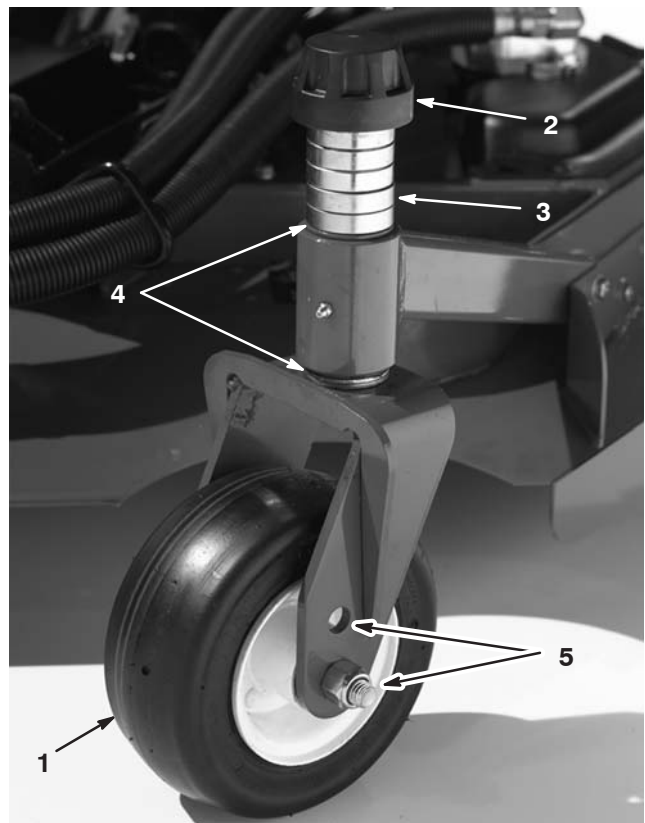
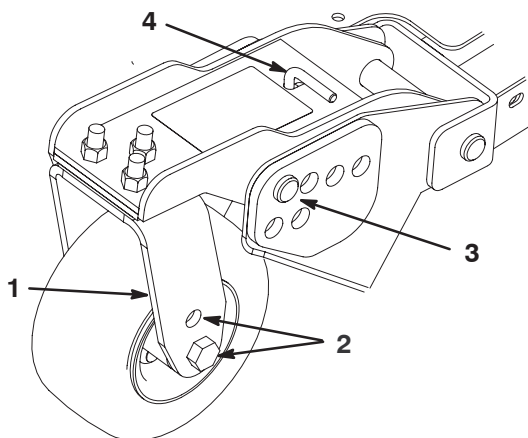
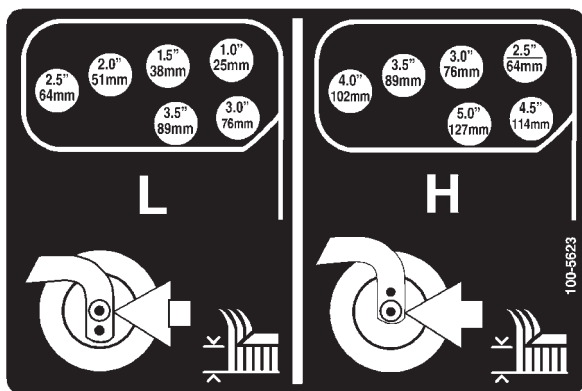

Bild 14
Bild 16
Bild 17
1. Stecken Sie die Lauftradachsen in allen Gabeln in die gleichen Löcher (Bild 14 und Bild 16). Siehe die nachstehende Tabelle, um das richtige Loch für die jeweilige Einstellung festzustellen.
2. Entfernen Sie die Spannkappe von der Spindelwelle (Bild 14) und schieben die Spindel aus dem Lauftradarm. Ziehen Sie zwei Beilagscheiben (3 mm) so auf die Spindelwelle, wie sie ursprünglich montiert waren. Diese Beilagscheiben sind erforderlich, um alle Mähwerke über die Breite auf ein Niveau zu bringen. Ziehen Sie die erforderliche Anzahl von 13-mm-Distanzstücken (siehe die nachstehende Tabelle) auf die Spindelwelle, um die gewünschte Schnitthöhe herbeizuführen; ziehen Sie dann die Scheibe auf die Welle auf.
- Entfernen Sie den Splint und den Lastösenbolzen von den Laufradgelenkarmen (Bild 16).
- Drehen Sie die Spannstange, um den Gelenkarm anzuheben oder abzusenken, bis die Löcher mit den ausgewählten Schnitthöheneinstellungslöchern im Mähwerkrahmen flüchtig sind (Bild 16 und Bild 17).